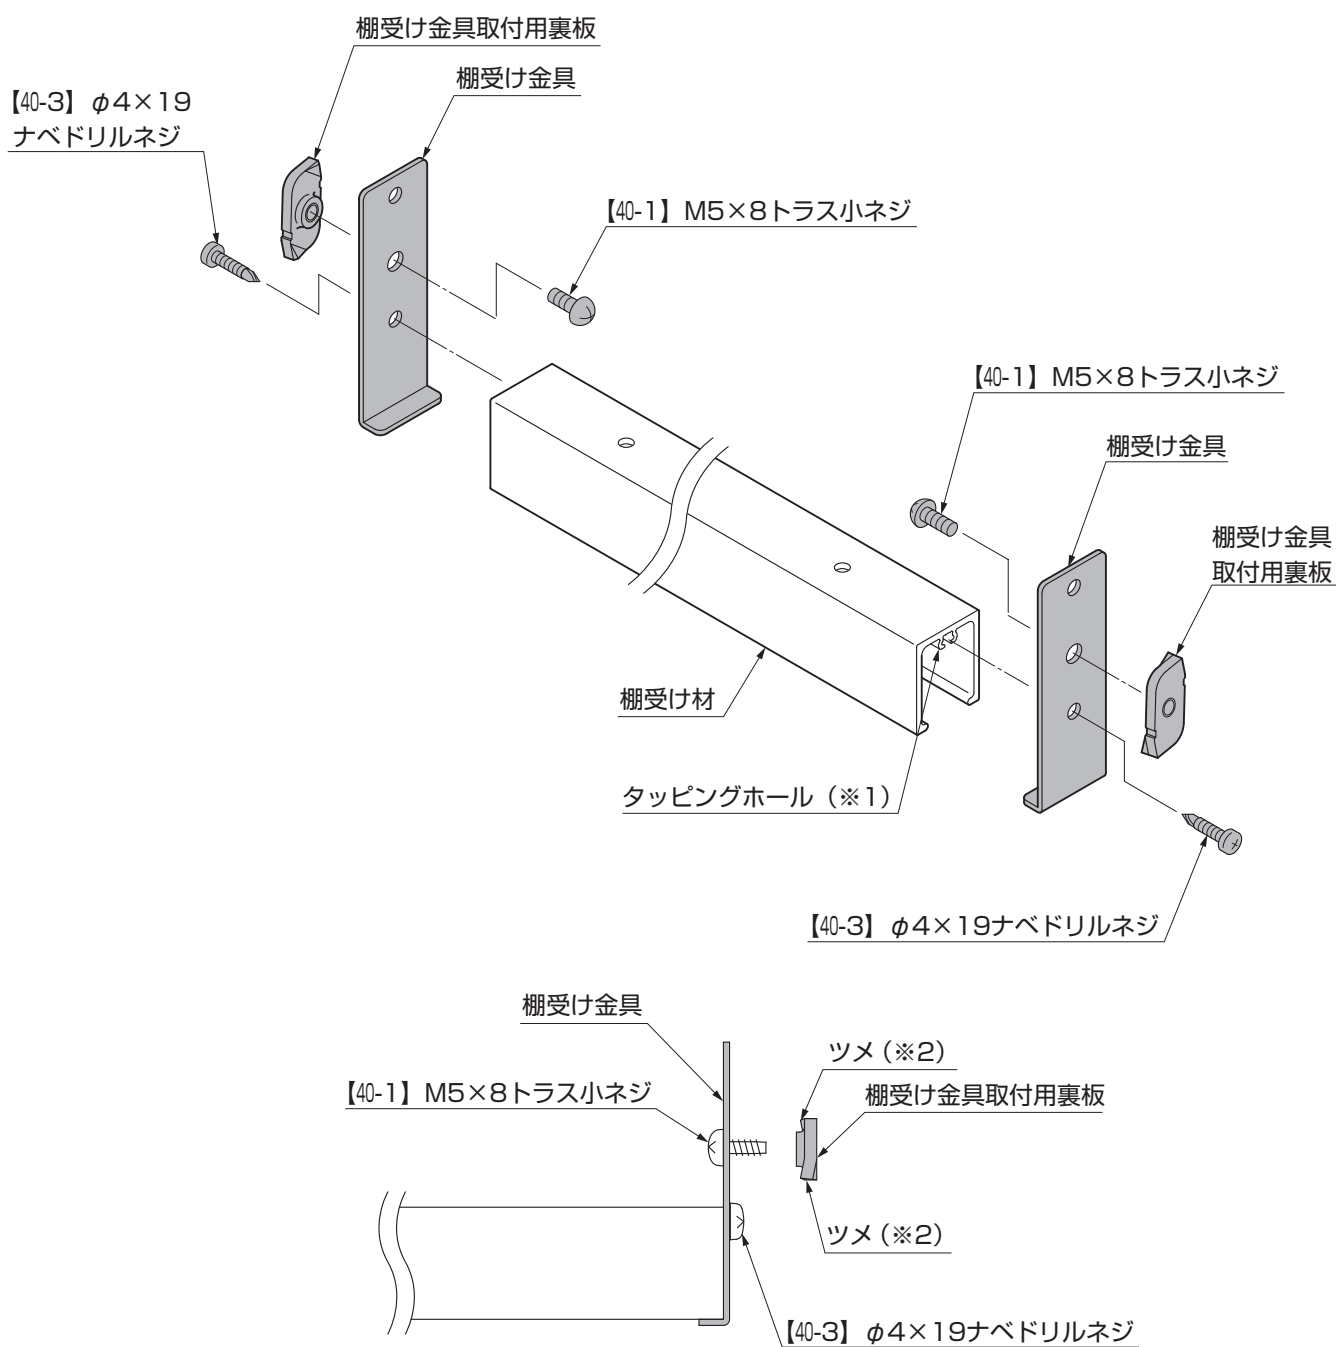

図4-1 棚受け金具の取付け
- 棚受け金具取付用裏板は表裏があります。角部にツメ（※2）が立っている側を棚受け金具側に向けてください。（図4-1参照）